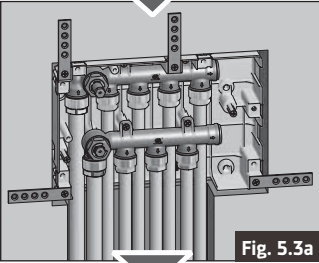

Fig. 5.3a
- Verwijder de pleisterbescherming door de twee schroeven los te draaien en verricht de hydraulische aansluitingen (Fig. 5.3a):